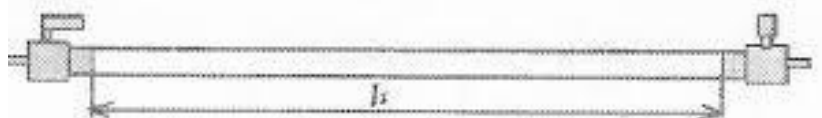

Рисунок 1
2. Измерьте длину воздушного столба в трубке -  $l_1$  (рис.1).